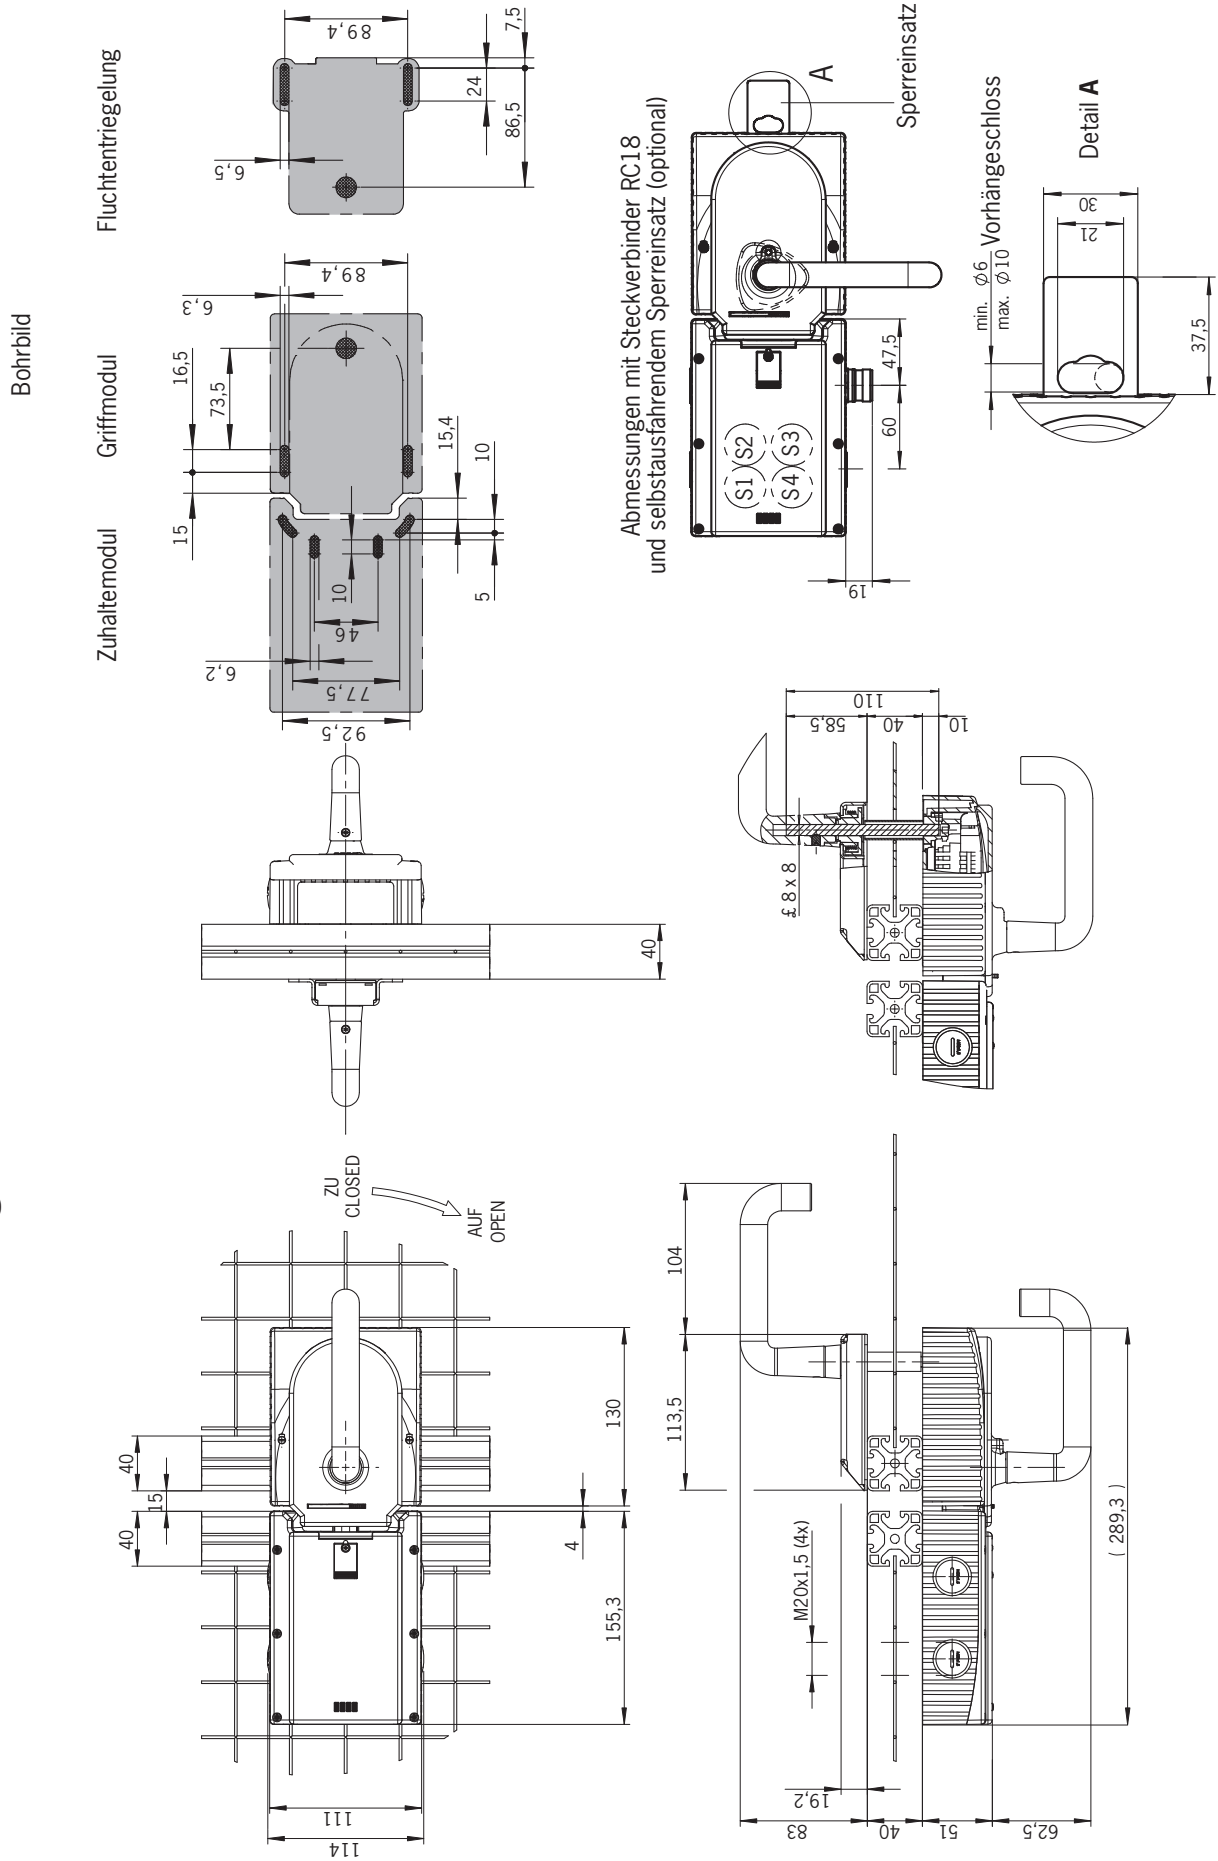

Bild 4: Maßzeichnung MGB montiert, ohne optionale Montageplatten
- Achse der Fluchentriegelung im rechten Winkel zum Griffmodul ausrichten. Siehe Bild 4 und 8.